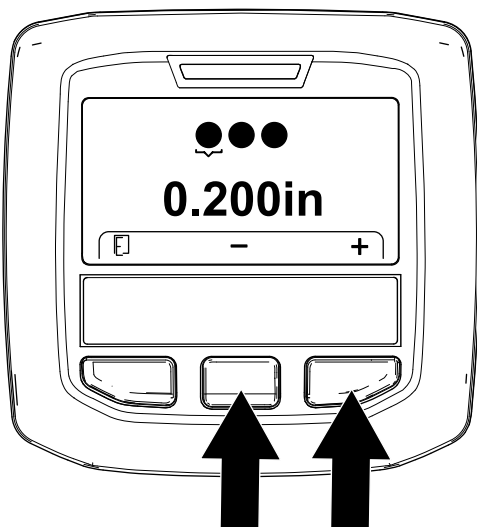

Figure 59
5. Réglez le diamètre des louchets (Figure 59) comme suit :